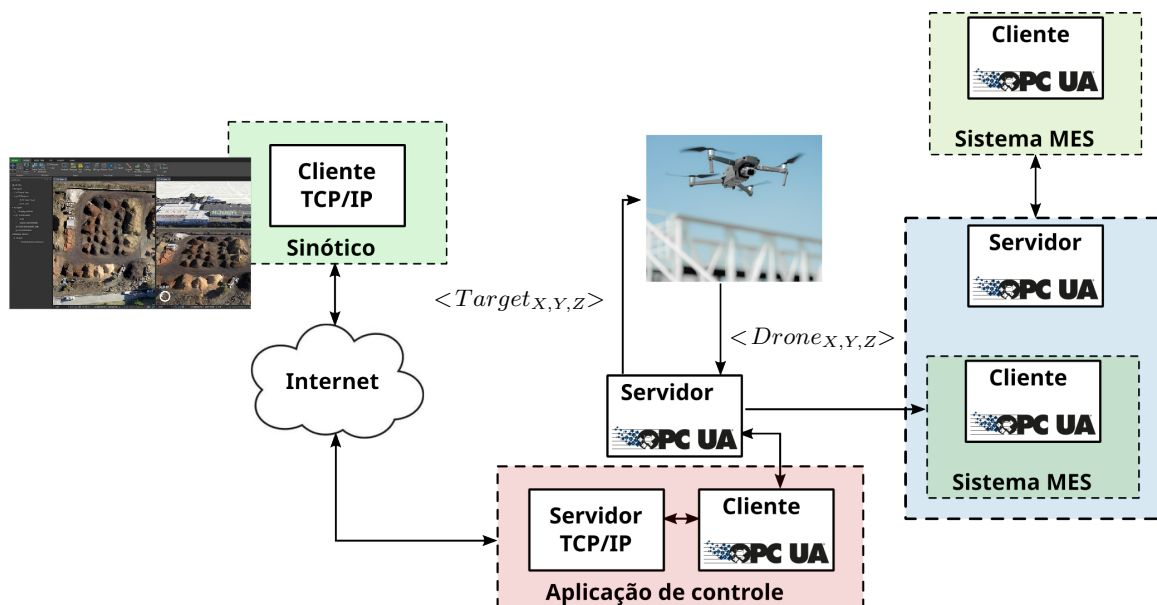

Figura 4: Sistema distribuído para operação do processo.
- Crie um programa chamado *CLP* que contenha um cliente OPC UA (para ler e atuar no drone via servidor) e um servidor TCP/IP (responsável por receber conexões de clientes TCP/IP que desejem controlar o processo). *Sugestão*: crie duas threads, uma para cada finalidade. O cliente OPC irá ler a posição do drone ($Drone_{X,Y,Z}$) e enviar comandos de referência de posição ($Target_{X,Y,Z}$), conforme ilustrado na figura 4.
A figura 4 ilustra a estrutura da rede distribuída a ser implementada.